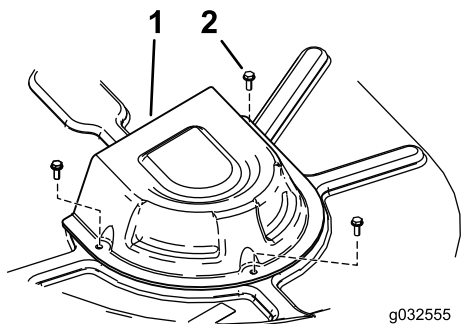

Bild 58
4. Entfernen Sie die Abdeckungen der Riemenscheibe ab (Bild 58).